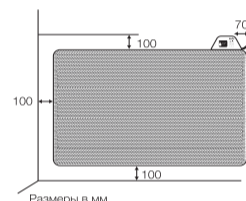

Рис. 4
С помощью кронштейнов установите обогреватель на стене согласно рисунку ниже. Расстояние от прибора до пола и окружающих предметов должно быть не менее 10 см (рис. 4). Для установки кронштейна на стену нужно выполнить следующие операции:
4. Установить датчик Bullet Sensor, с помощью дюпеля и самореза, на стене, справа от блока управления, как показано на Рис. 4.